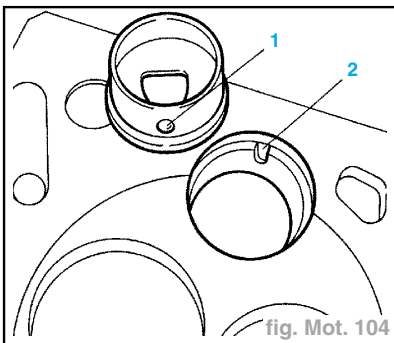

fig. Mot. 104
- Faire attention aux repères de remontage (fig. Mot. 104).
- Monter la chambre de précombustion en faisant correspondre la dent de repère (1) de la chambre de précombustion avec la gorge correspondante (2) présente dans la culasse (fig. Mot. 104).